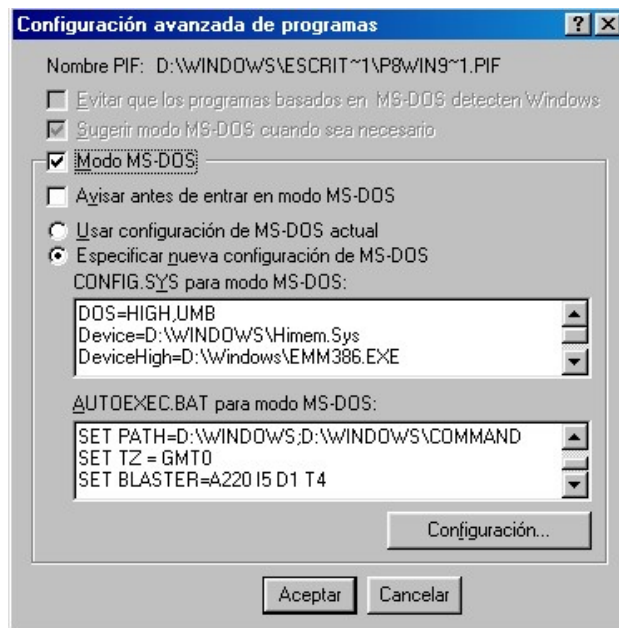

Figura 8.2. Ventana Configuración avanzada de programas.
- Pinchar el botón “Avanzado...”. Se desplegará la ventana de Configuración Avanzada de Programas (Figura 8.2).